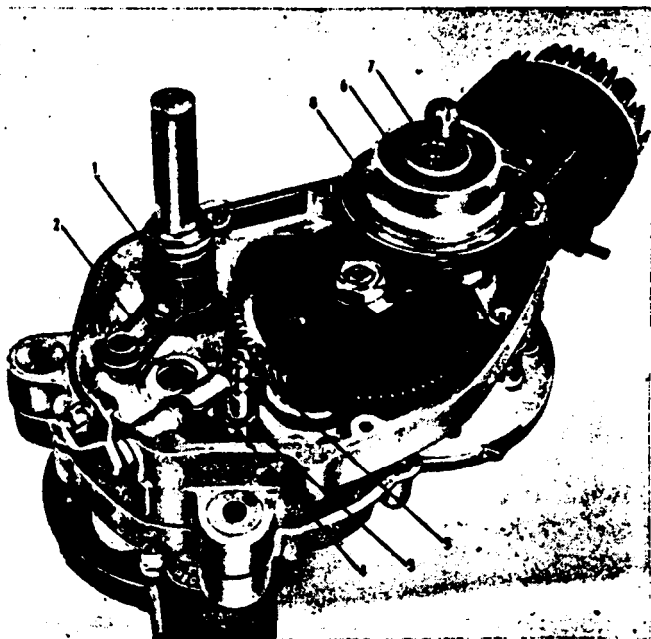

Fig. 32. Montage schakelmechanisme
Rechter carterhelft plaatsen. Aanslagring over de schakelas plaatsen tegen de binnenste schakelhevel, dan de as zover omhoog trekken dat de aanslagring met een Bz-ring gezekerd kan worden (fig. 32/3 en 32/4).
- 6 Koppelingstreklager (fig. 32/7) plaatsen en met seegerring (fig. 32/6) borgen.